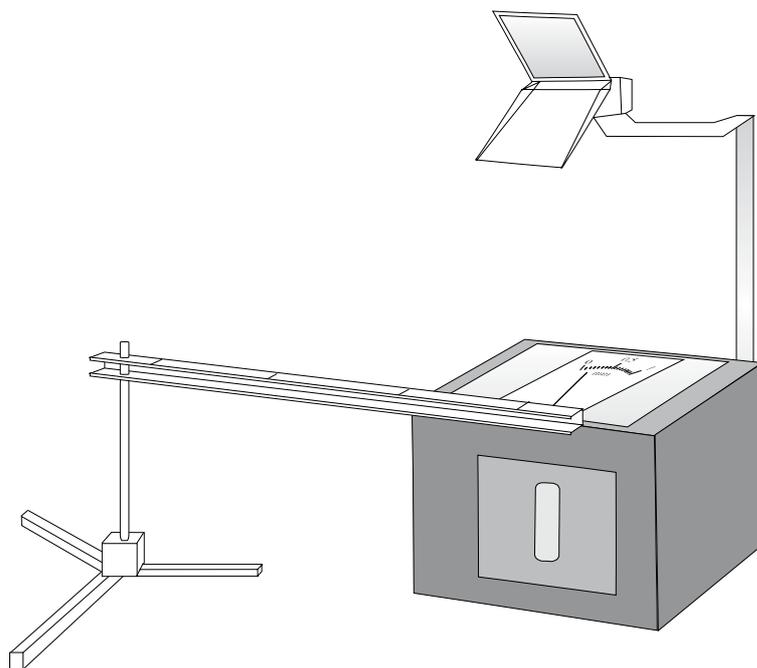

Figura 2
- ① Apoyo fijo con tornillo de fijación del tubo y tornillo de sujeción
- ② Tornillo con varilla de apoyo (véase figura 2)
- ③ Listón de base
- ④ Resorte de ajuste para la contención de las mangueras
- ⑤ Apoyo guía con engranaje para el indicador
- ⑥ Tubos de muestras
- ⑦ Indicador
- ⑧ Escala
Es apto para su proyecciones con un proyector de luz de diurna (véase figura 2).